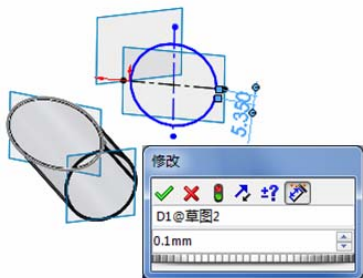
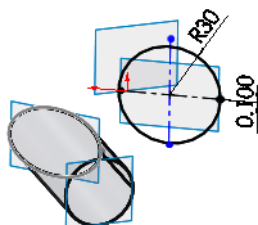

图 11-130 绘制草图 1 的圆弧
图 11-131 标注圆弧半径
②单击“草图”工具栏中的“圆心/起点/终点圆弧”按钮, 绘制一个圆弧, 圆弧的圆心在两条构造线的交点, 起点也在一条较长构造线上, 标注智能尺寸, 如图 11-130 所示。最后标注圆弧的半径, 如图 11-131 所示。单击“退出草图”按钮, 退出草图编辑状态。